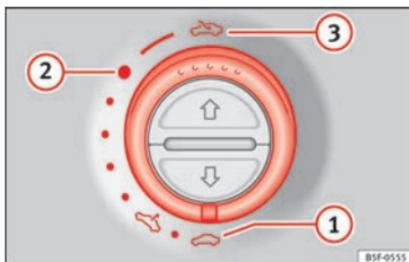

Fig. 11
- Apertura: girare la manopola sulla posizione ►► fig. 11 ③.
- Posizione comfort: girare la manopola sulla posizione ►► fig. 11 ②.
- Chiusura: girare la manopola sulla posizione ►► fig. 11 ①.